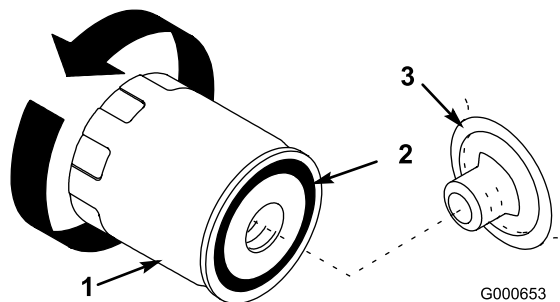

Figure 25
- Enlevez le filtre à huile usagé et essuyez la surface du joint de l'adaptateur (Figure 25).
- Appliquez une fine couche d'huile neuve sur le joint en caoutchouc du filtre de rechange (Figure 25).
- Posez le filtre à huile de rechange sur l'adaptateur. Tournez le filtre dans le sens horaire jusqu'à ce que le joint rejoigne l'adaptateur, puis donnez 1/2 tour supplémentaire (Figure 25).